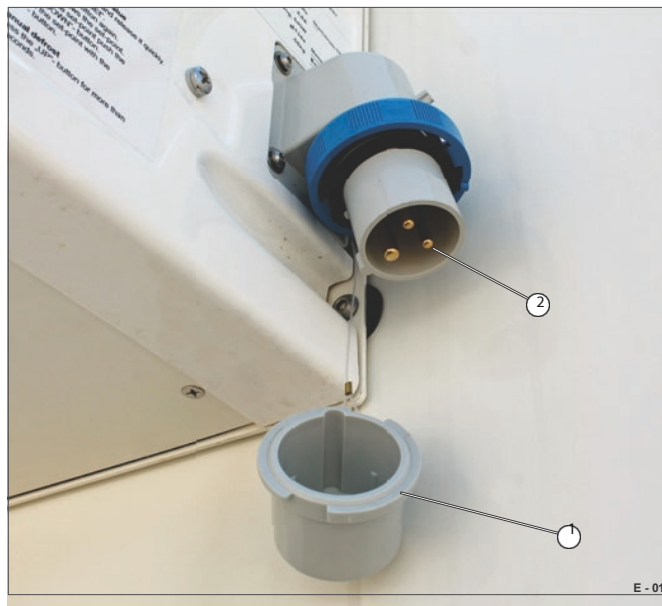

Fig. 12 Ligação de rede aberta
- Verificar se os contactos (Fig. 12/2) não estão danificados / molhados - limpar se necessário.
- A tampa (Fig. 12/1) está bem presa.